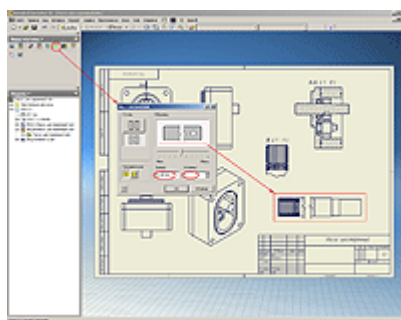

Рисунок 9
9. Чтобы создать вид с разрывами, необходимо нажать кнопку «Вид с разрывами» и указать на вид, на котором условно должна быть удалена часть детали или элемента. Затем на виде задаются начальное и конечное положение разрыва, а в открывшемся диалоговом окне параметры разрыва (стиль представления, величина зазора и интервала, его направление). Нажимаем кнопку «ОК» (см. Рисунок 9).